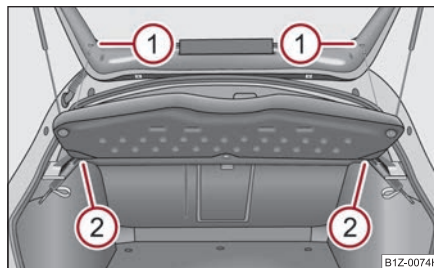

Fig. 96 Demontarea raftului din portbagaj
- Desprindeți benzile de susținere de pe capacul portbagajului ① ⇒ fig. 96.
- Scoateți raftul din suportul ② orizontal în spate.
- La montare împingeți mai întâi raftul în suportul ② și apoi prindeți benzile de susținere ① de capacul portbagajului.